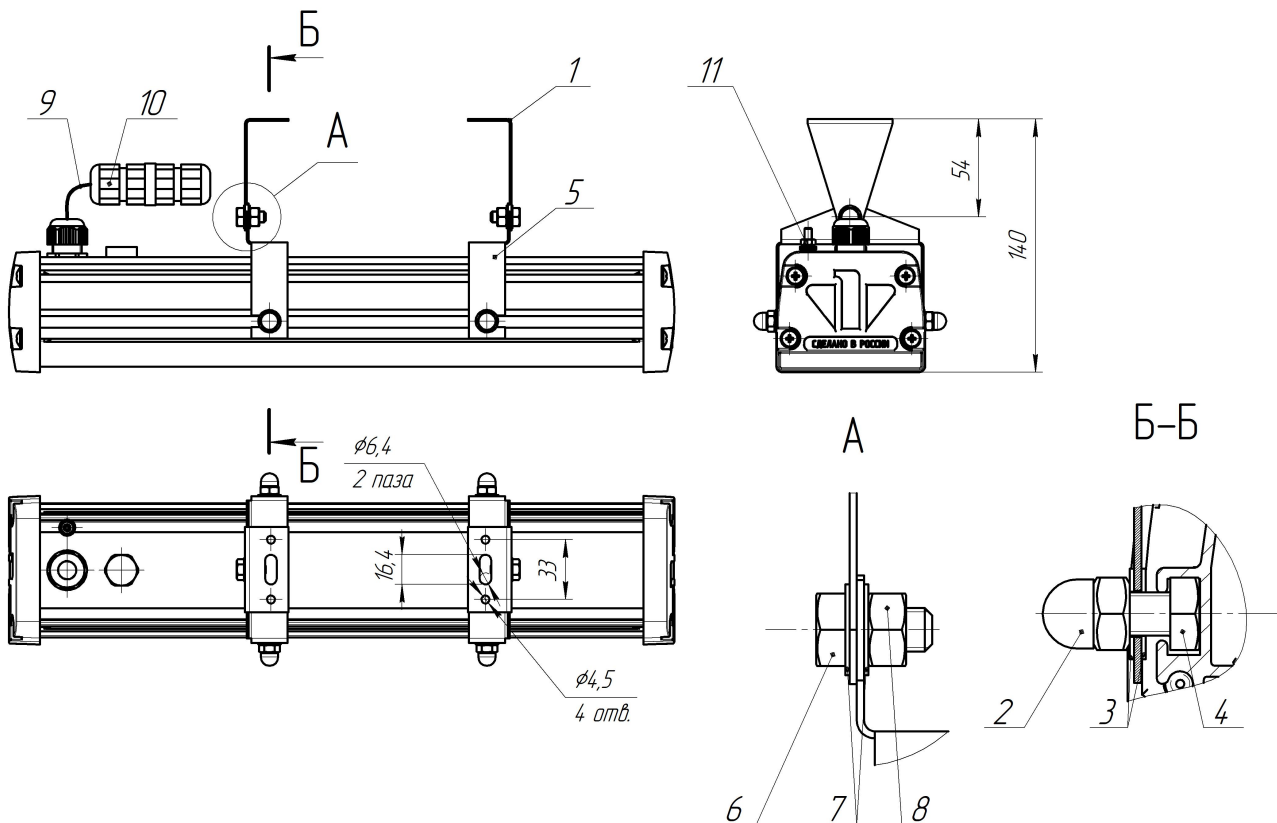
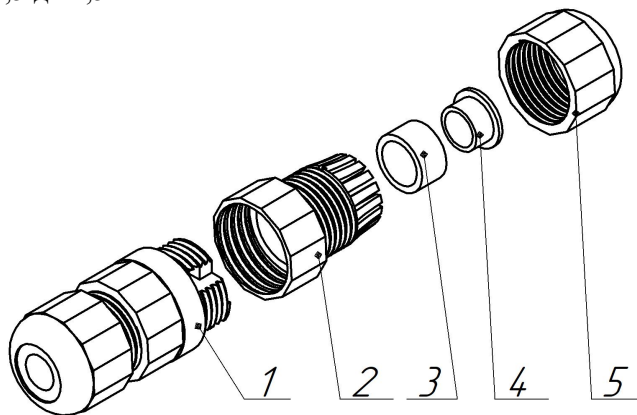

Рисунок 2 – Установка светильника
Рисунок 3 – Устройство герморазъёма
2.2.2.1 Установить уголок (рисунок 2 поз.1) из комплекта монтажных частей на стенку или потолок. Открутить гайки колпачковые (рисунок 2 поз.2), снять по одной шайбе зубчатой (рисунок 2 поз. 3). Установить кронштейн (рисунок 2 поз.5) на крепежные болты (рисунок 2 поз.4) с помощью шайб зубчатых (рисунок 2 поз.3) и гаек колпачковых (рисунок 2 поз. 2), так чтобы кронштейн вместе с болтами можно было свободно перемещать по пазу профиля. Установить кронштейны (рисунок 2 поз.5) в положение, необходимое для соединения с уголком (рисунок 2 поз.1). Затянуть гайки (рисунок 2 поз 2.) с моментом 5,9 Н·м.
2.2.2.2 Соединить уголки (рисунок 2 поз.6) с кронштейном (рисунок 2 поз.5) при помощи болтов (рисунок 2 поз.4), шайб зубчатых (рисунок 2 поз.7), установленных с двух сторон, гаек (рисунок 2 поз.8), выставив необходимый угол светильника. Затянуть гайки (рисунок 2 поз.8) с усилием 5,9 Н·м.
2.2.3.1 Проверьте сетевой кабель (рисунок 2 поз.9) – если внешний гибкий кабель светильника окажется поврежден дальнейший монтаж светильника производить ЗАПРЕЩАЕТСЯ, необходимо обратиться к изготовителю (см. разделы 5 и 6).
2.2.3.2 У герморазъёма (рисунок 2 поз. 10) ослабить свободную от провода зажимную гайку (рисунок 3 поз.5) и открутить крышку коннектора (рисунок 3 поз. 2). Продеть подключаемый кабель через гайку зажимную (рисунок 3 поз.5) и крышку коннектора (рисунок 3 поз. 2).\*\*\*\* Отжать рычаги клемм.
К контактной группе (рисунок 3 поз.1) прикрутить крышку коннектора (рисунок 3 поз. 2). Зажимную гайку (рисунок 3 поз. 5) закрутить до плотного обжатия провода.
\*\*\*, Примечание: при подключении кабелем диаметром от 9 до 11 мм полностью открутить зажимную гайку (рисунок 3 поз. 5) из крышки коннектора (рисунок 3 поз. 2) извлечь уплотнительное кольцо (рисунок 3 поз. 3), из которого извлечь малое уплотнительное кольцо (рисунок 3 поз. 4). Установить уплотнительное кольцо (рисунок 4 поз. 3) обратно в крышку коннектора (рисунок 3 поз.2). Продеть подключаемый кабель через гайку зажимную (рисунок 3 поз.5) и крышку коннектора (рисунок 3 поз. 2).
2.2.3.3 Подключите провод внешнего заземления к винту (рисунок 2 поз.11), имеющему маркировку « $\perp$ ».